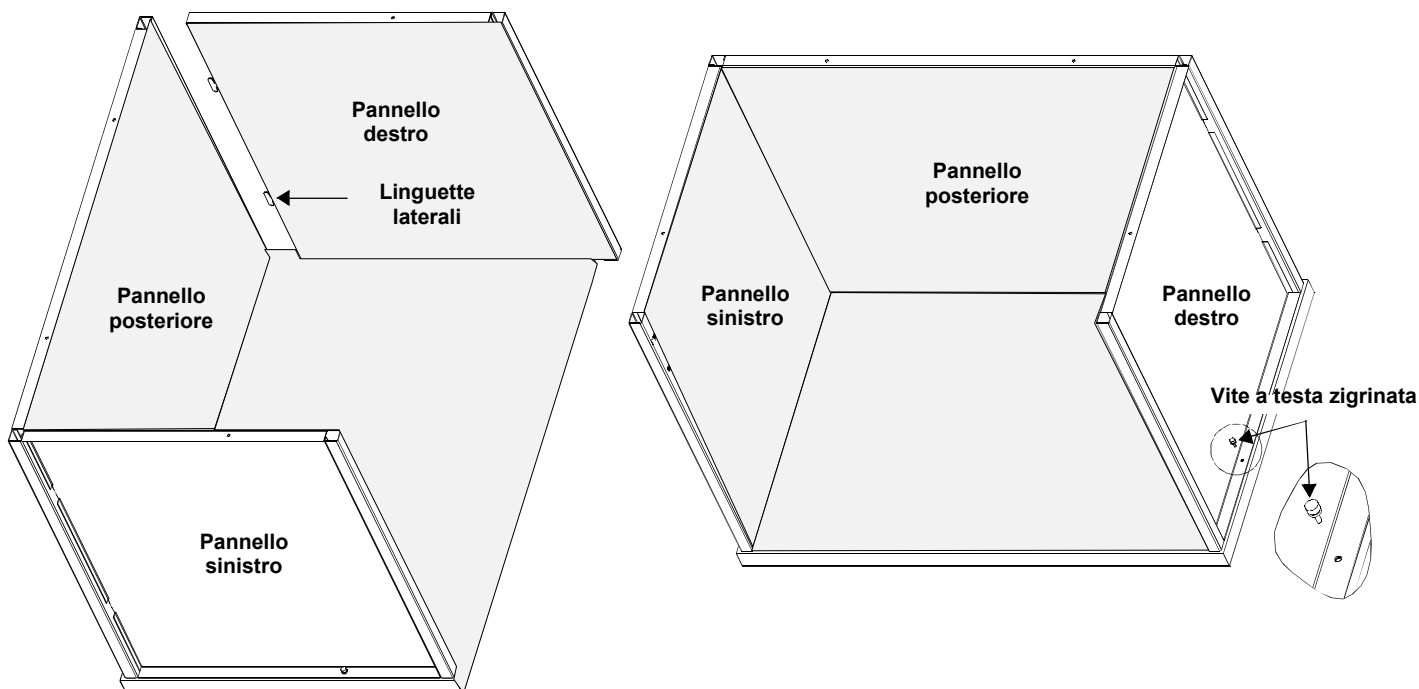

Figura 4. Pannello destro fissato ai pannelli posteriore e di base
6. Inserire le linguette del pannello destro (4) nel pannello posteriore (2). Fissare il pannello destro al pannello di base serrando la vite a testa zigrinata come illustrato nella Figura 4.